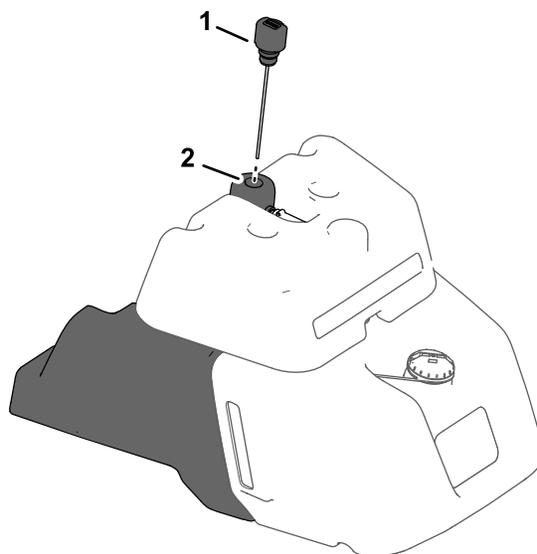

Рисунок 35
- Если на вашей машине есть смотровое окно для определения уровня топлива на боковой части топливного бака, найдите масломерный щуп гидравлической системы в верхней части гидравлического бака (Рисунок 35) и перейдите к пункту 5.